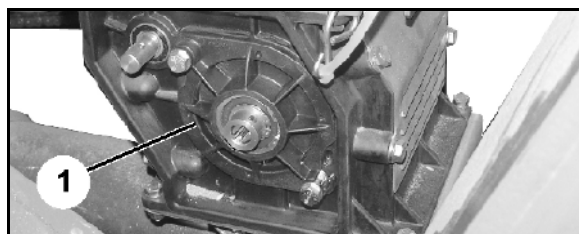

Рис. 107
7. Закройте крышку корпуса (Рис. 107/1).